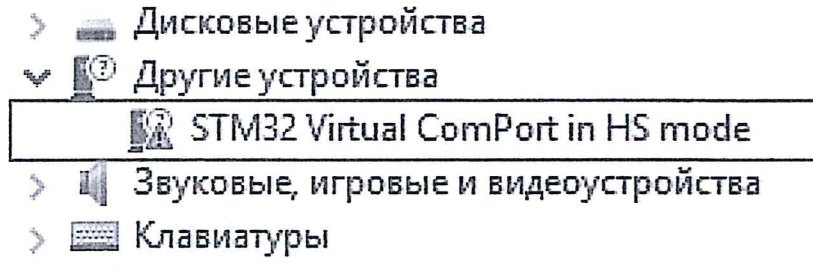

Рисунок 10 – Некорректная установка драйвера виртуального COM-порта
5.1.2. При некорректной установке драйвера виртуального COM-порта (рисунок 10) произвести установку драйвера вручную. Для этого: